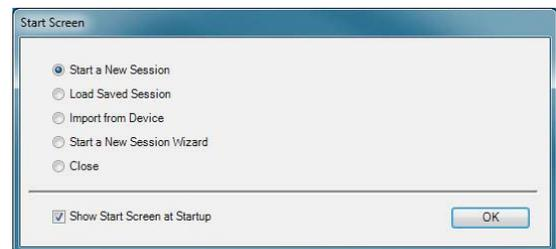

図 62: スタートスクリーンのオプション
2. Start Screen(図62)上のShow start screenのチェックボックスのチェックを外してください。